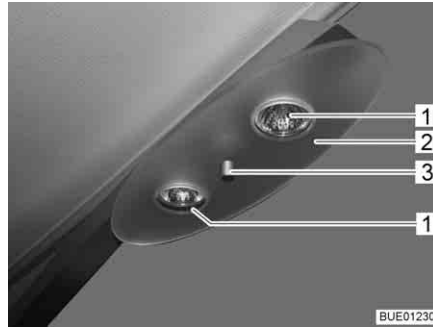

Fig. 239 Lámpara halógena de techo
- Desenroscar la tuerca de fijación (Fig. 239,3) y retirar la cubierta (Fig. 239,2).
- Extraer la bombilla halógena (Fig. 239,1).